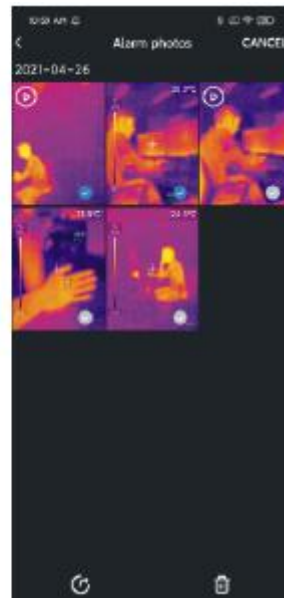

Abbildung 5
4.1 Auswählen / Abbrechen (Abbildung 5)